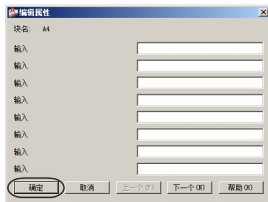
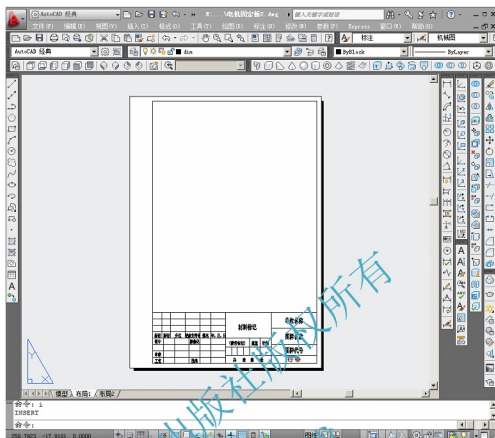

图 8-17 【编辑属性】对话框
图 8-18 插入图框后的图形显示
(3) 单击【确定】按钮, 系统返回 CAD 界面, 在随后出现的【编辑属性】对话框(图 8-17)中单击【确定】按钮, 结果所选图框被插入到图纸界面, 如图 8-18 所示。